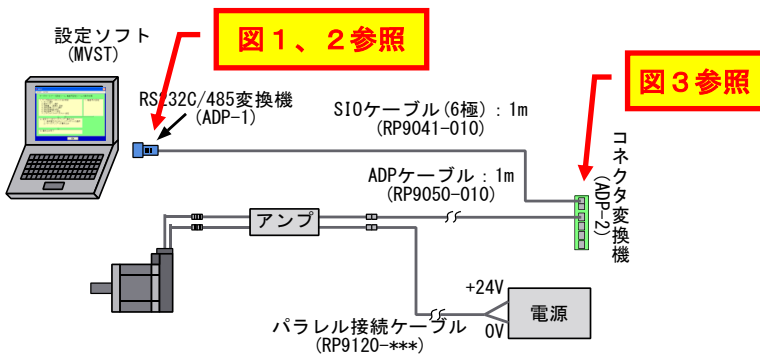

図 1
- 1) RS232C/485変換機(ADP-1)をパソコンのシリアル(COM)ポートに接続して下さい(図1参照)